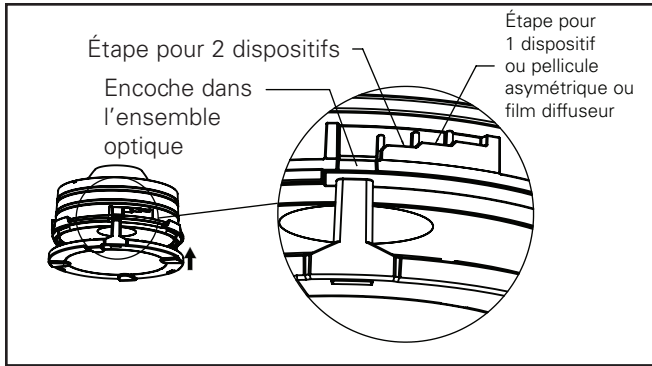

Figure 5
4. Insérez l'ensemble du dispositif en alignant la languette du support du dispositif sur l'encoche de l'ensemble optique. (Figure 5)